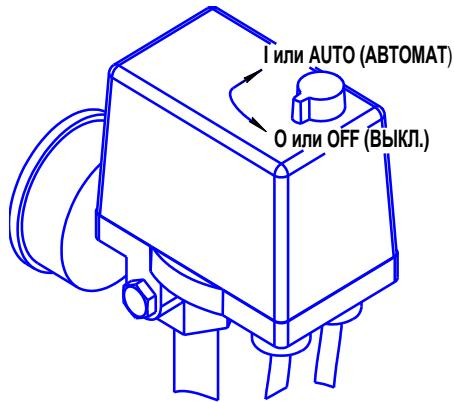

Рисунок 2
- 1 Проверьте, чтобы выключатель на прессостате находился в выключенном положении "OFF" или "O", в зависимости от исполнения (см. рисунок 2).
- 1 Выключить компрессор выключателем на прессостате. Для этого необходимо переключить выключатель в положение "OFF" или "O", в зависимости от исполнения (см. рисунок 2). После этого остановится электродвигатель и произойдет сброс давления из нагнетательного воздухопровода и поршневого блока.
Для пуска компрессоров СБ4/Ф-500.В95, СБ4/Ф-500.В95/16, СБ4/Ф-500.В95ТБ после срабатывания защиты выполните следующие действия: после того, как двигатель остынет до допустимой температуры переключите выключатель на прессостате в положение "OFF" (см. рисунок 2), а затем включите компрессор переключив выключатель в положение "AUTO". Компрессор СБ4/Ф-500.В95Т включается автоматически.